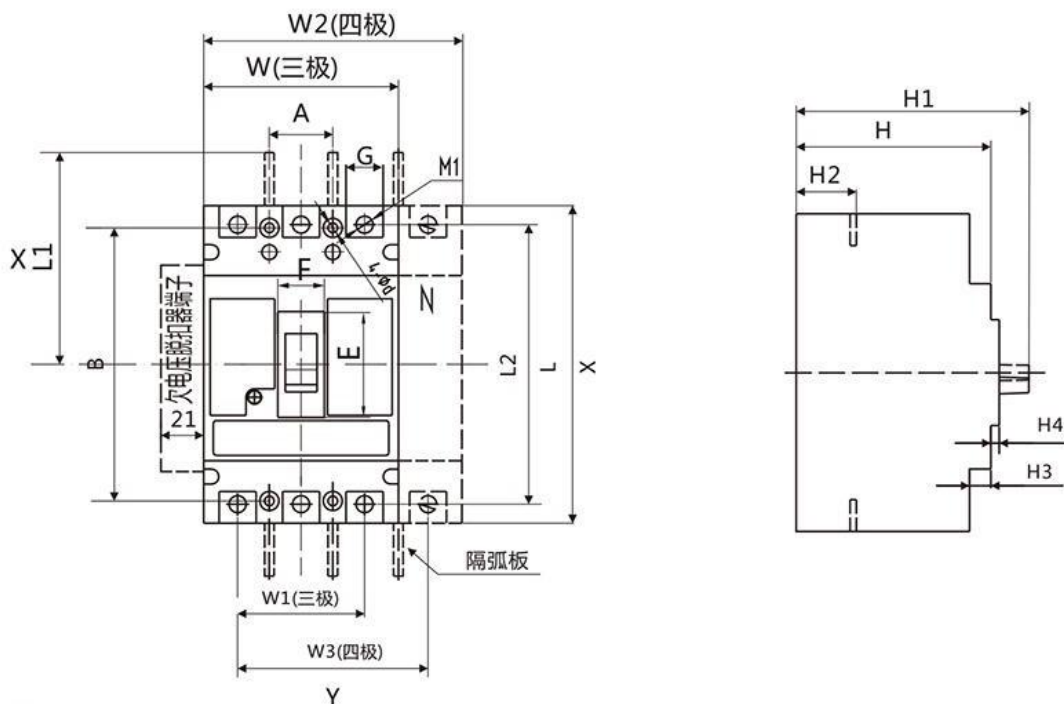
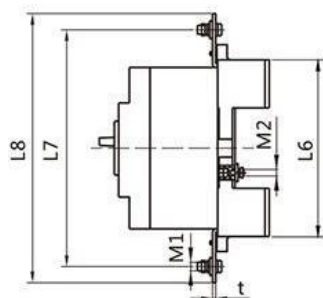

图3 固定式板前接线
图6 插入式板后接线(三极)
1、外形尺寸见图3~图6及表9、表10
(1)板前接线外形尺寸见图3(x-x、Y-Y为三极断路器中心)
(3)插入式板前接线外形尺寸见图6